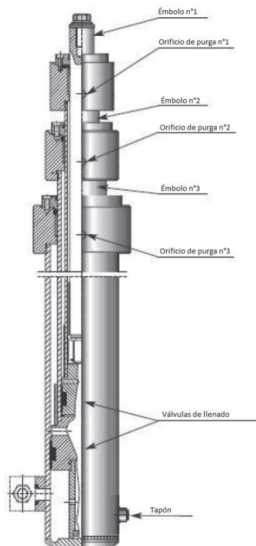

Fig. 22 – Orificios purgado cilindro telescópico
- 3) Abrir todos los orificios de purga que se encuentran en las cabezas del cilindro (3 para 3 etapas, 2 si son dos etapas, ver Fig. 22).